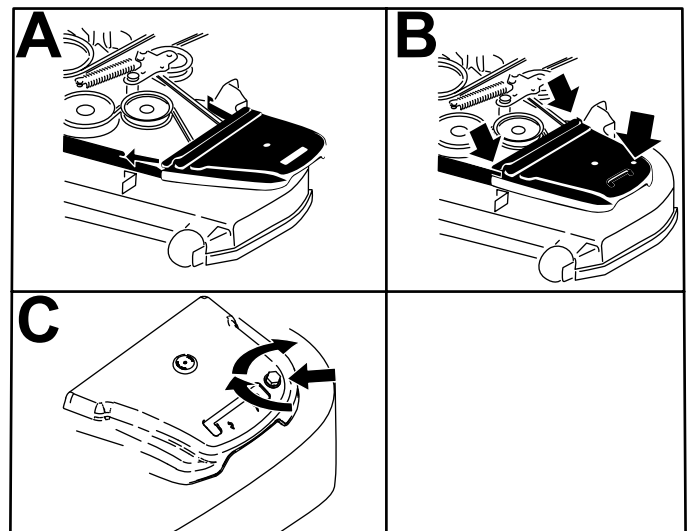

Figure 65
12. Reposez les couvercles de courroies ainsi que les boulons qui sont fixés dessus (Figure 65).